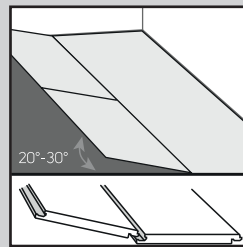
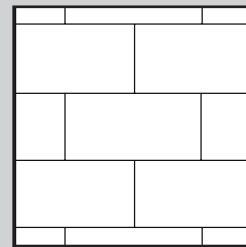
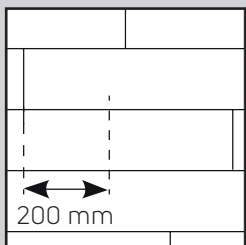

Fig. 3
Fig. 3a
Fig. 3b
4. Comience la segunda fila de manera que la lengüeta encaje en la hendidura, sujetando el tablón en ángulo (aproximadamente a 30°) y, a continuación, empuje con firmeza el tablón/baldosa hasta que encaje en la hendidura de la primera fila. Instale el siguiente tablón/baldosa de manera que la lengüeta y la hendidura hagan clic por el extremo corto. Acople la lengüeta y la hendidura del lateral largo introduciendo en ángulo los tablonces/baldosas (Fig. 3). Las baldosas y los tablonces deben instalarse escalonados de manera que nunca coincidan cuatro esquinas. (Fig. 3a y Fig. 3b).